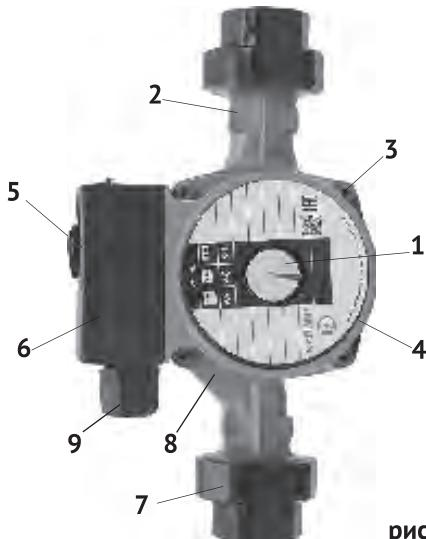

рис. 1
2.4 Общий вид насоса представлен на рис.1:
5.1 При первом включении насоса необходимо удалить остатки воздуха из системы. Для этого открутите винтовую пробку электродвигателя (рис.1 поз.1) и включив насос дайте ему поработать 30 секунд. В течение этого времени оставшийся в системе воздух вытеснится. После этого закрутить винтовую пробку на место, как показано на рис.5.
5.3 Выставите минимальный режим (I) мощности переключателем (рис.1 поз.5) на клеммной коробке (рис.1 поз.6) и включите насос.